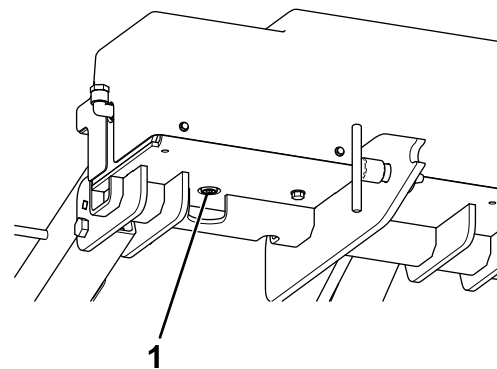

Figure 27
2. Nettoyez la surface autour du bouchon de vidange hydraulique (Figure 27).